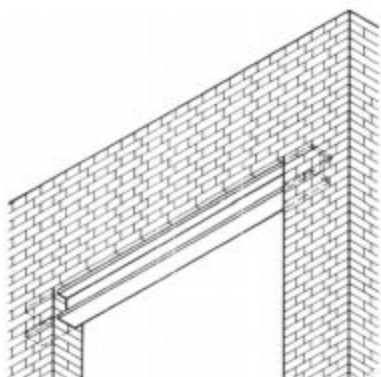

Bild 1.5 Abfangträger sind durch die Last der Mauer und ihre eigene Last belastet, oft auch noch durch Deckenauflagerlasten.
- Der Träger über einer Maueröffnung muss die vergleichsweise geringe Eigenlast aufnehmen und auch die Mauerwerkslasten und Lasten aus Deckenauflagern (Bild 1.5).